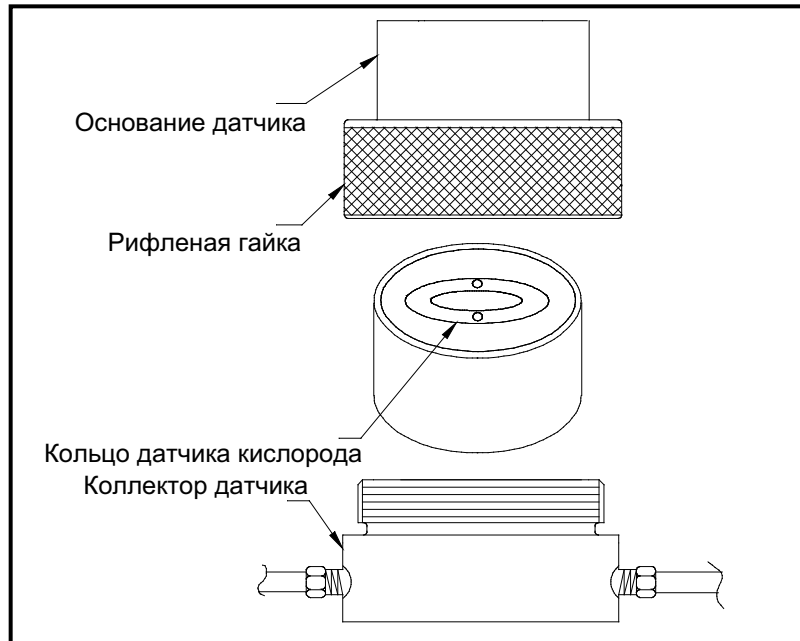

Рис. 6. Установка датчика кислорода
Чтобы установить или заменить датчик кислорода на оху.IQ, см. рис. 6 ниже и выполните следующие действия.
6. Расположите датчик таким образом, чтобы его позолоченные электроды были обращены к пружинным контактам в основании датчика (см. рис. 6). Плотнo прижмите датчик кислорода к основанию датчика в нижней части электронного модуля оху.IQ.